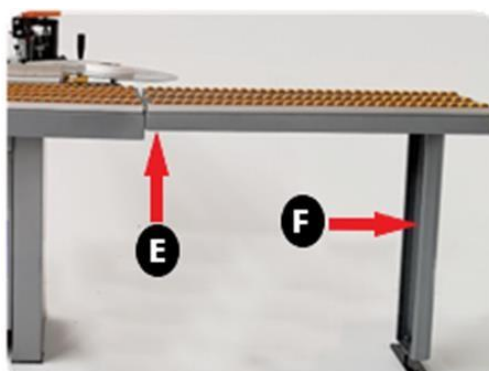

Figura 15 - Fixação da mesa de extensão
- Para uma melhor execução na montagem dos pés da mesa de extensão, recomenda-se efetuar a montagem conforme a ilustração a Figura 15;